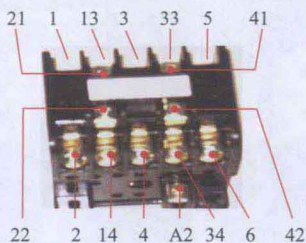
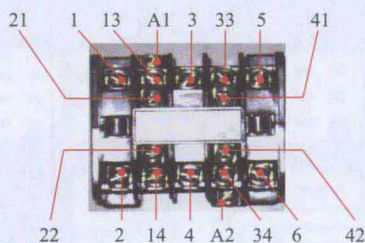

图1-4 CJ₁₀实物接点编号
图1-5 CJ₁₀接线接点图号
④ CJ₁₀实物接点编号如图1-4所示。 ⑤ CJ₁₀接线接点图号如图1-5所示。